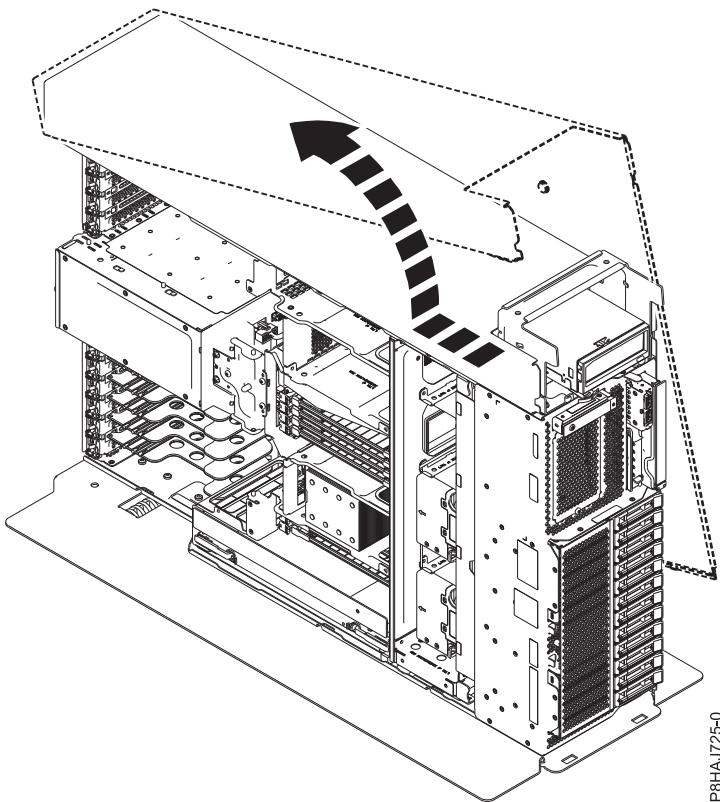

Figura 31. Extracción de la cubierta lateral del sistema 8286-41A
5. Deslice la cubierta lateral sacándola del sistema en la dirección que se muestra en la Figura 31.